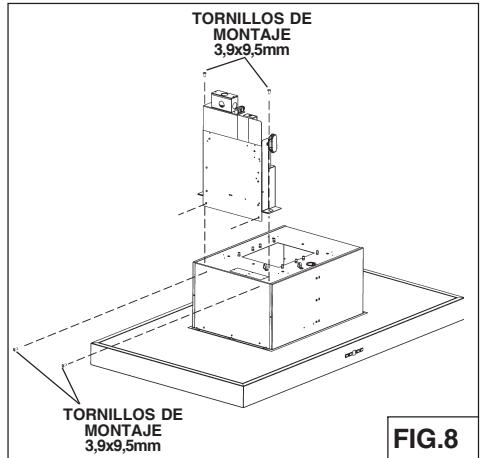

FIG.8
5. Fijar la placa eléctrica con 4 tornillos (3.9x9.5mm) para el capó, los tornillos se colocados en la bolsita para el montaje (Fig. 8).